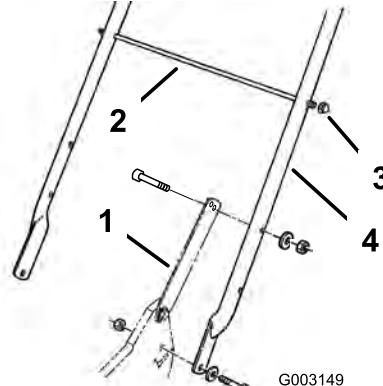

Figure 3
- Montez le guidon à l'extérieur du carter de tondeuse (en vous servant du trou inférieur) avec 2 boulons (5/16 x 1-1/4 pouces), rondelles et contre-écrous minces (5/16 pouce) (Figure 3).
- Fixez les pattes de verrouillage au guidon avec 2 boulons (5/16 x 1-1/2 pouces), rondelles et contre-écrous (5/16 pouce) (Figure 3).
serrez un contre-écrou borgne à chaque extrémité (Figure 3).